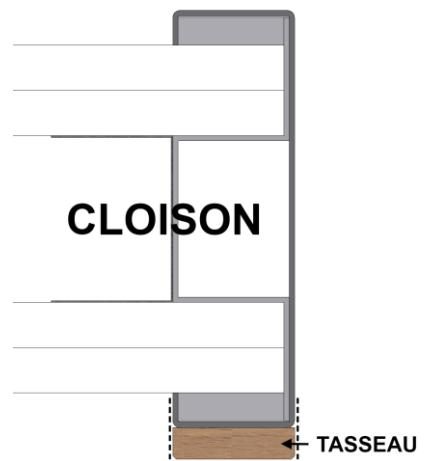

Figure 3
- **Tasseau sur parement :** Retirer le film adhésif du double-face et positionner le tasseau d'habillage de manière à ce qu'il soit affleurant aux bords de l'huissserie (voir **figure 3** p9).
- **Tasseau sur parement :** Retirer le film adhésif du double-face et positionner le tasseau d'habillage sur le parement de la traverse de manière à ce qu'il soit affleurant aux bords de l'huisserie en l'insérant entre les deux autres tasseaux déjà en place sur les montants (voir **figure 3** p9).